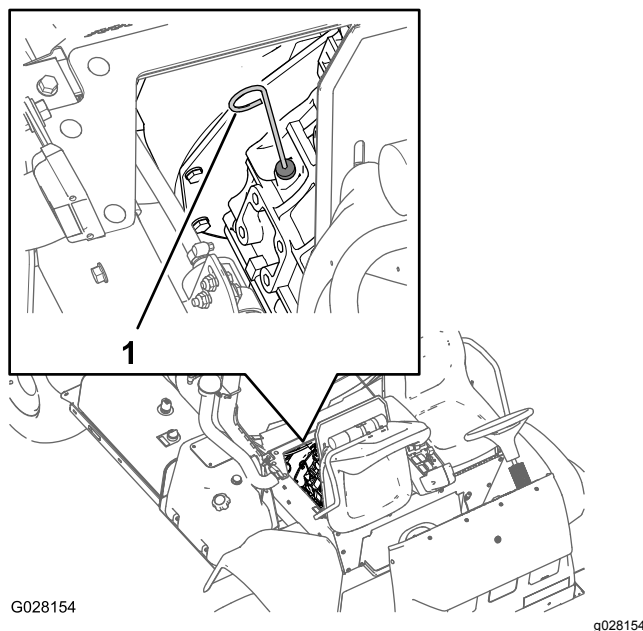

Figura 72
6. Rimuovete l'asta e controllate il livello dell'olio nel motore (Figura 72).
7. Aggiungete lentamente olio aggiuntivo specificato per portare il livello fino al segno Full sull'asta di livello (Figura 72).